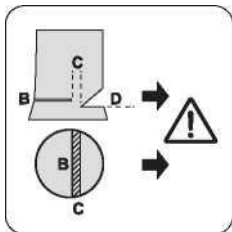

рис. 6
або падіння дерева буде неконтрольованим. В основний надпил (B) необхідно своєчасно вставляють клин! (рис. 6)